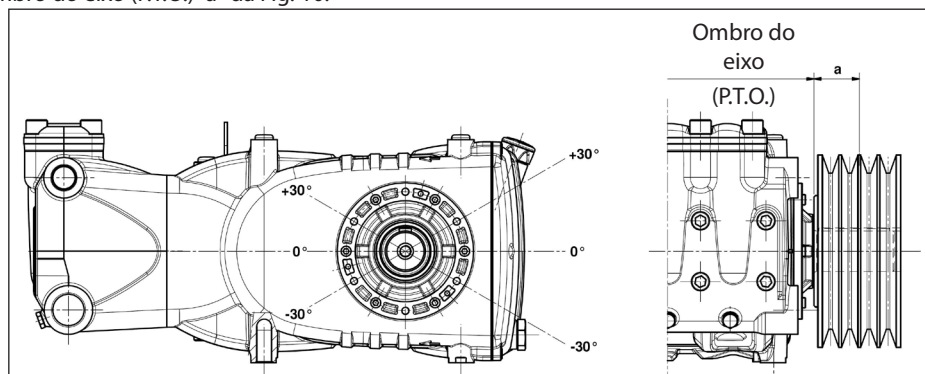

Fig. 10
A carga radial sobre o eixo não deve ser superior a 7500 N (valor necessário para a definição do layout). A transmissão é considerada adequada se tal carga é aplicada a uma distância máxima de **a = 40 mm** do ombro do eixo (P.T.O), conforme indicado na Fig. 10.
- b) Use correias de alto rendimento - por exemplo **XPB** ao invés de **SPB** - pois será necessário uma quantidade inferior de correias com a mesma potência transmitida e uma consequente distância inferior do resultante em relação ao ombro do eixo (P.T.O.) "a" da Fig. 10.